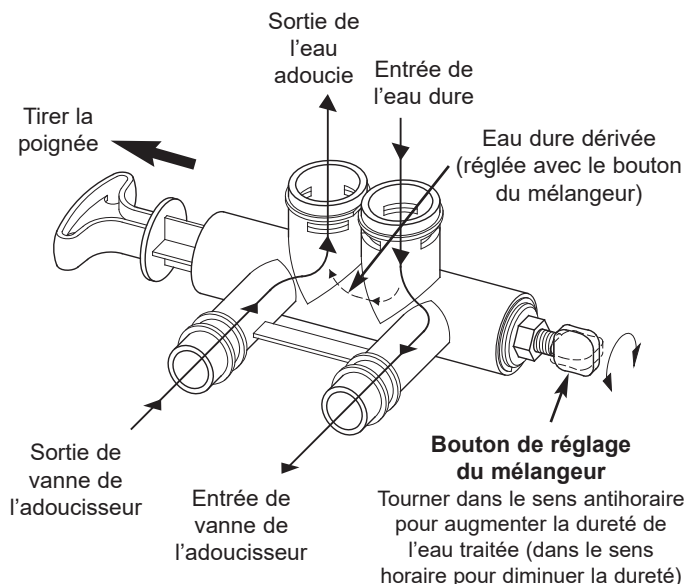

FIG. 41
Le mélangeur de dérivation fonctionne comme un vanne classique que l'on pousse ou que l'on tire, mais il permet en plus de régler avec précision la dureté de l'eau traitée sortant de l'adoucisseur. Si vous souhaitez une eau légèrement plus dure que celle normalement produite par l'adoucisseur, le mélangeur peut dériver un peu d'eau dure avant qu'elle n'entre dans l'appareil, puis la mélanger à l'eau adoucie qui en sort. Pour régler la quantité d'eau dérivée, il suffit de tourner le bouton de réglage du mélangeur situé sur l'embout de la tige du vanne (voir Figure 41).
1. Le mélangeur étant en position de service (fonctionnement normal de l'adoucisseur), donc avec la poignée entièrement tirée (voir Figure 41), tourner le bouton de réglage dans le **sens antihoraire** pour **augmenter la dureté** de l'eau traitée, soit jusqu'à 6 tours lorsque le bouton était fermé à fond. Pendant ce réglage, tenir la poignée du mélangeur pour empêcher la tige de tourner.